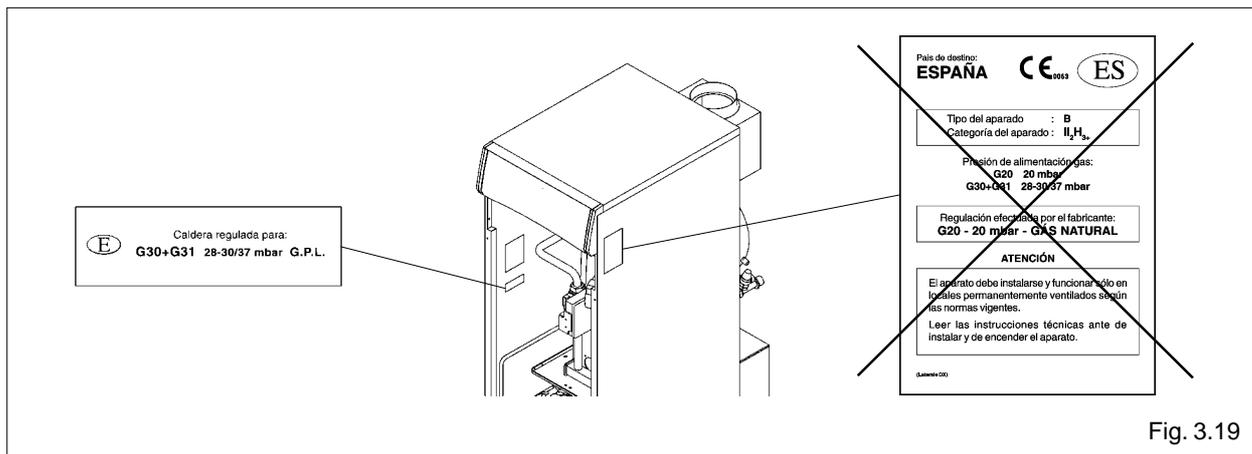

Fig. 3.19
- Poner la etiqueta (GPL), suministrada en dotación con la caldera, en la parte interna de la estructura de revestimiento (fig. 3.19)
- Quitar las etiquetas para METANO (G20) presentes en el exterior y en el interior de la estructura de revestimiento (fig. 3.19)